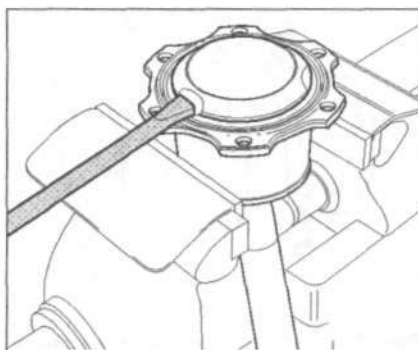

Рис. 9.26. С помощью отвертки или рычага снимите крышку.
2. С помощью отвертки или рычага снимите крышку (рис. 9.26).